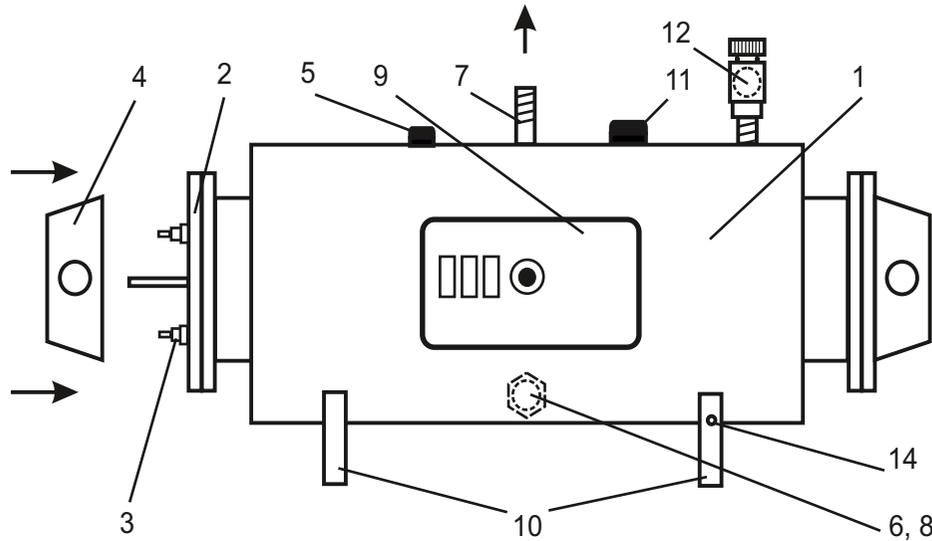

Рисунок 2.
Водонагреватели ЭПВН-36; -42; -48; -54; -60 (рис.2) в основном отличаются тем, что у них количество секций с тремя ТЭНами (3) и количество защитных кожухов (4) увеличено до двух.